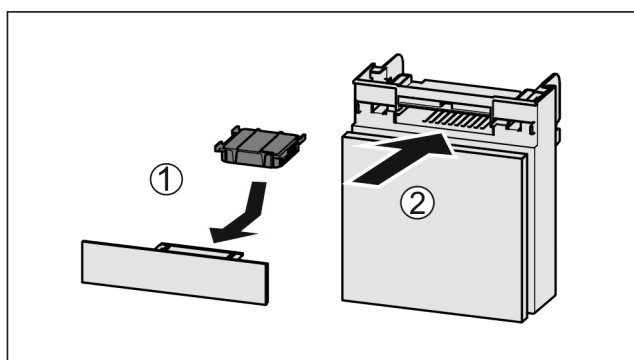

Fig. 120
- Actiefkoolfilter overeenkomstig afbeelding aanbrengen Fig. 120 (1).
- Lade erin schuiven Fig. 120 (2).